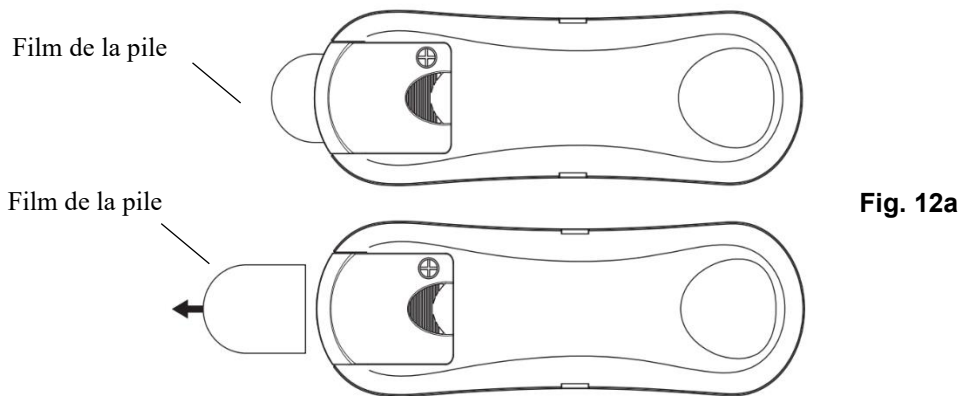

Fig. 12a
1. La pile CR2032 est pré-installée dans la télécommande. Lors de la première utilisation de la télécommande, retirez le film de la pile avant utilisation. (Fig. 12a)